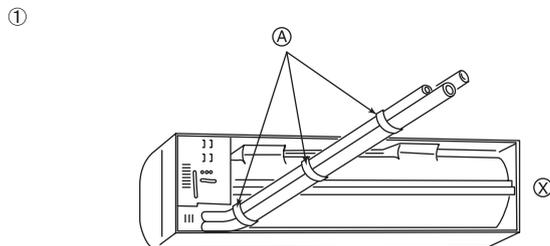
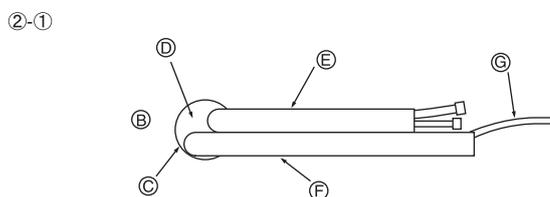

Fig. 3-4
Fig. 3-5
① Introduzca un hilo en el orificio y átelo.
② El nivel se puede comprobar fácilmente si se cuelga una plomada de la cuerda y se alinea ésta a la marca.
① Tuberías trasera, derecha e inferior (Fig. 3-4)
② Tuberías izquierda y posterior izquierda
②-① Para la tubería posterior izquierda, saque los tubos fuera del agujero para determinar la longitud correcta y acódelos. La unidad interior debe estar suspendida del soporte de fijación. (Fig. 3-5)